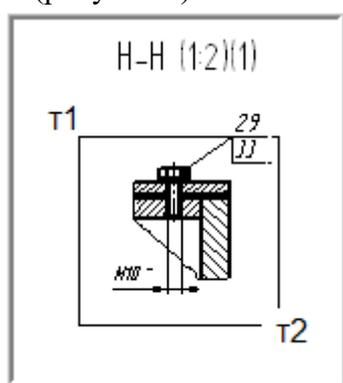

Рисунок 3
8. Мысленно заключите участок вида **Н-Н** в прямоугольную рамку (рисунок 3).
9. Щелкните мышью в одном из углов воображаемой рамки, например, в точке **т1** (рисунок 3).
11. Как только рамка охватит весь намеченный участок, щелкните мышью еще раз (**т2** на рис. 3).